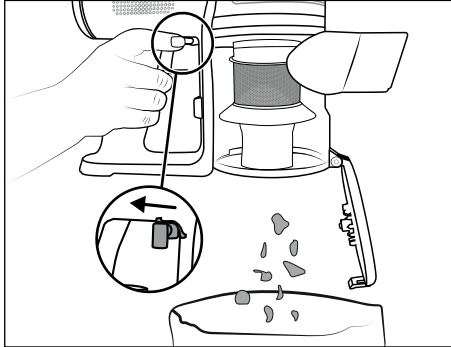

Abb. 16
- 1) Halten Sie das Gerät über einen Abfalleimer und drücken Sie die Staubbehälterdeckel-Entriegelungstaste **4** nach links. Der Staubbehälterdeckel **8** öffnet sich und der Inhalt wird in den Abfalleimer entleert (siehe Abb. 16). Schliessen Sie danach den Staubbehälterdeckel **8** mit der Hand.